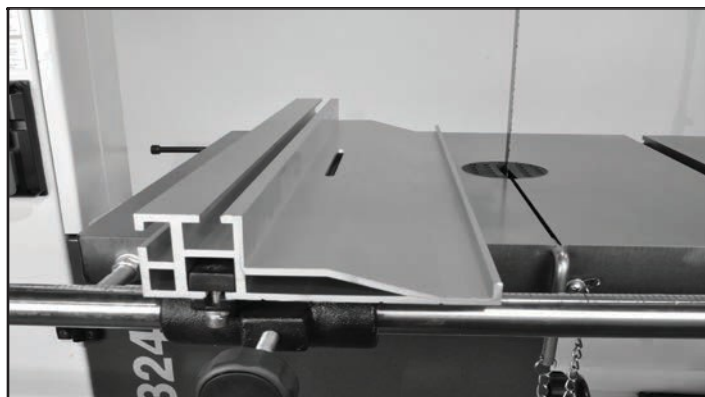

FIGURE 36
2. Tournez la barrière jusqu'à sa position horizontale et faites glisser sur le support. Le fond de la clôture est fendu pour être monté sur le bloc coulissant. Fig. 36.